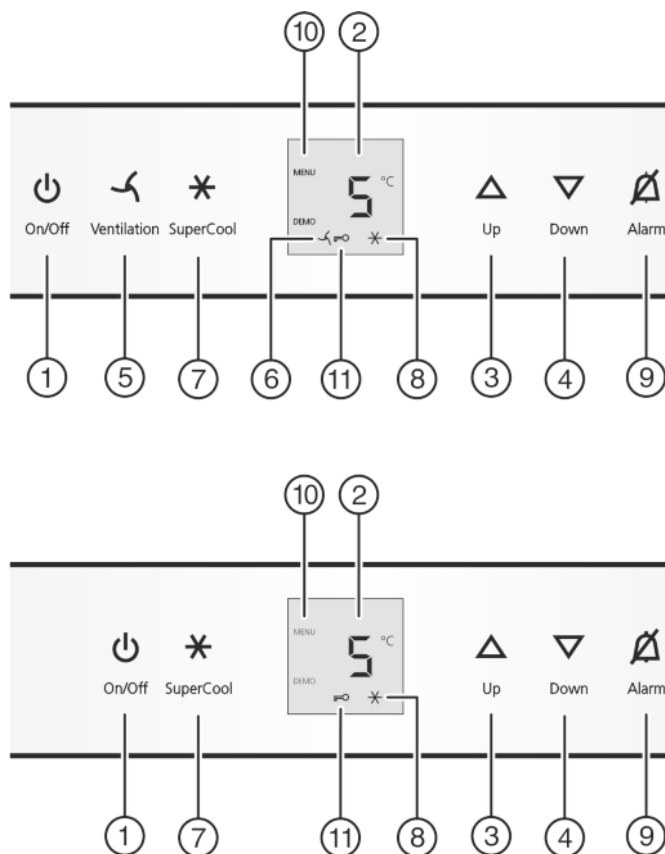

Fig. 2
- ▶ Toets On/Off *Fig. 2 (1)* indrukken.
- ▶ Instelmodus activeren: toets SuperCool *Fig. 2 (7)* ca. 5 s indrukken.
- ▷ Het symbool Menu *Fig. 2 (10)* is verlicht.
- ▶ Druk kort op de toets SuperCool *Fig. 2 (7)* om te bevestigen. Als in de display **c1** wordt aangegeven:
- ▶ om de kinderbeveiliging in te schakelen, drukt u kort op de toets SuperCool *Fig. 2 (7)*.
- ▷ Het symbool kinderbeveiliging *Fig. 2 (11)* brandt. Op de display knippert **c**.
- ▶ om de kinderbeveiliging uit te schakelen, drukt u kort op de toets SuperCool *Fig. 2 (7)*.
- ▷ Het symbool kinderbeveiliging *Fig. 2 (11)* dooft. Op de display knippert **c**.
- ▶ Instelmodus deactiveren: toets On/Off *Fig. 2 (1)* indrukken.
- ▶ Toets Alarm *Fig. 2 (9)* indrukken.
- ▶ Temperatuur hoger instellen: insteltoets Up *Fig. 2 (3)* indrukken.
- ▶ Temperatuur lager instellen: insteltoets Down *Fig. 2 (4)* indrukken.
- ▶ Toets SuperCool *Fig. 2 (7)* kort indrukken.
- ▷ Het symbool SuperCool *Fig. 2 (8)* is verlicht in de display.
- ▶ Toets SuperCool Fig. 2 (7) kort indrukken.
- ▷ Het symbool SuperCool Fig. 2 (8) in de display gaat uit.
- ▶ Druk kort op de toets Ventilatie Fig. 2 (5).
- ▷ Het symbool Ventilatie Fig. 2 (6) brandt.
- ▷ Het symbool Ventilatie Fig. 2 (6) gaat uit.